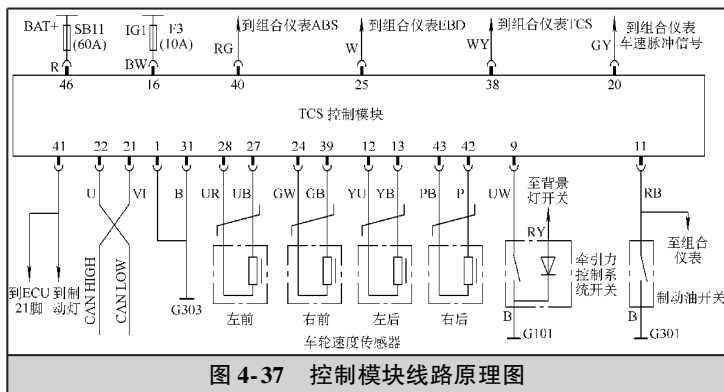

图 4-37 控制模块线路原理图
(1) 故障现象 一辆长安志翔 S1238,已行驶 3000km。车速里程表不走,发动机故障灯、TCS/ABS/EBD 指示灯均亮。
(2) 故障诊断与排除 用长安电喷检查仪读发动机控制模块(ME797)的故障码,仪器显示 U0415-ECU 与 ABS 通信不正常故障码,即发动机没有收到 ABS 的信号。用长安电喷检查仪读取 TCS 控制模块(牵引力控制系统)的故障码,仪器显示无法形成通信。检查 ABS 的两个熔丝(SB11 和 F3),均正常。把故障车的 TCS 控制器总成装到新车上试验,仪器显示系统正常,说明还是线路存在问题。对照 TCS 控制模块线路原理图如图 4-37 所示,重新检查,其步骤如下。